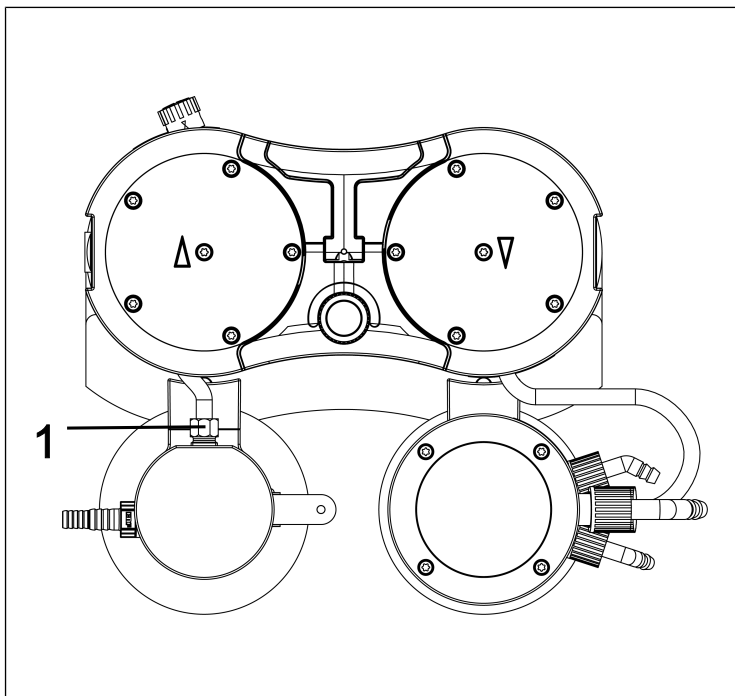

Fig.11: Desserrage du raccord de tuyaux
2. Desserrez la vis chapeau du raccord de tuyaux (1/ Fig. 11) des composants du système de vide.
i Pour desserrer la vis chapeau du raccord de tuyaux du piège à liquide (1/ Fig. 11), le cas échéant, une clé à fourche d'ouverture 14.
10. Vissez la vis chapeau du raccord de tuyaux du piège à liquide (1/ Fig. 11) sur le raccord du piège à liquide jusqu'en butée.
- i** Pour serrer la vis chapeau du raccord de tuyaux du piège à liquide (1/ Fig. 11), utilisez le cas échéant une clé à fourche d'ouverture 14